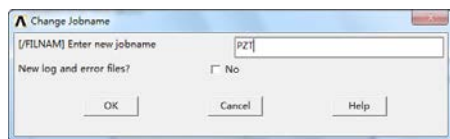

图 10-5 Change Jobname 对话框
①定义工作文件名: Utility Menu > File > Change Jobname, 弹出如图 10-5 所示的“ChangeJobname”对话框, 在“Enter new jobname”文本框中输入“PZT”, 并将“New log and error files”复选框选为“Yes”, 单击“OK”按钮。